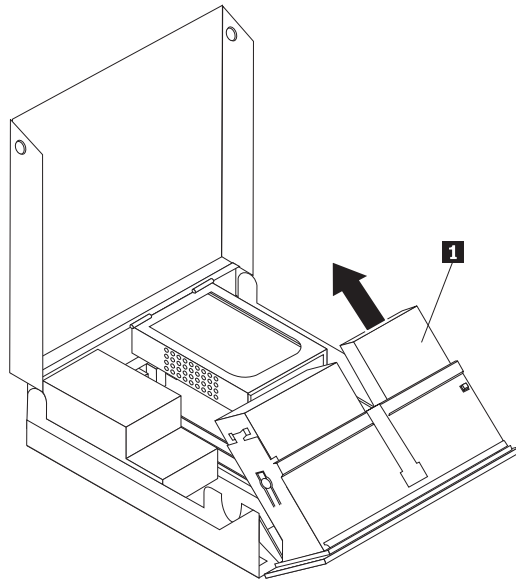

图 28. 卸下软盘驱动器
4. 将软盘驱动器向上滑动, 从驱动器托架组合件中滑出。请参阅第 32 页的图 28。